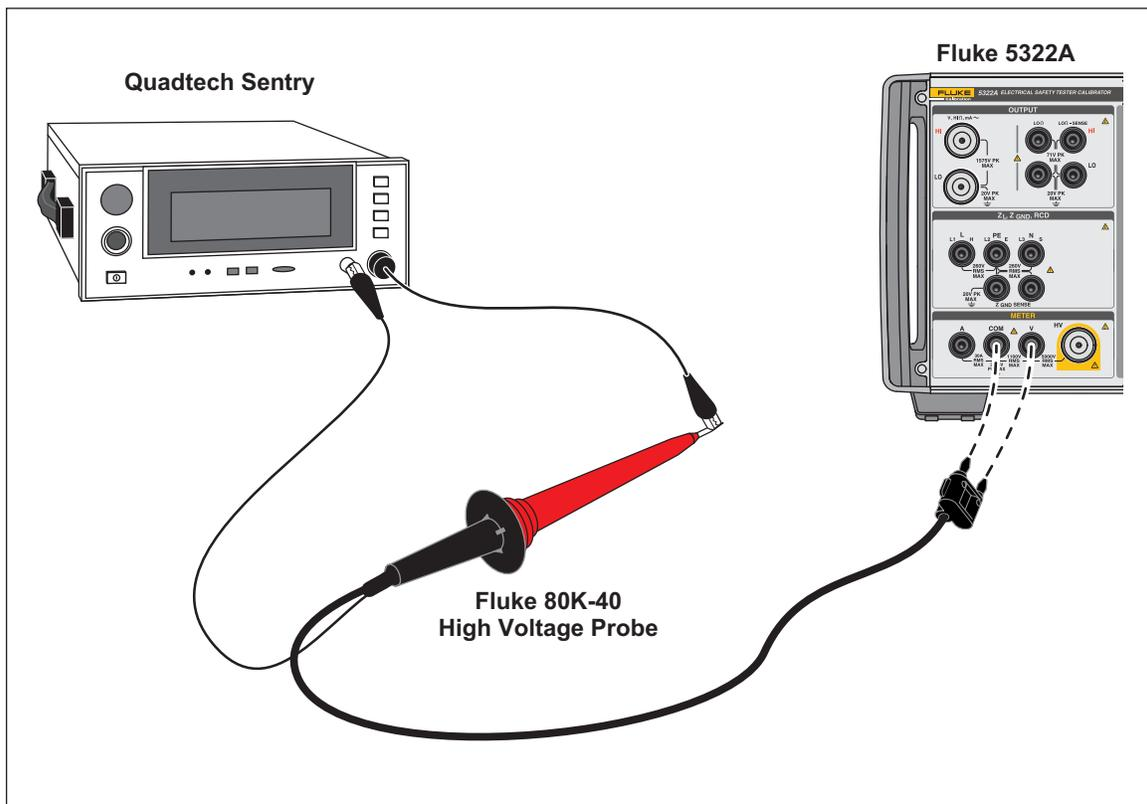

Figure 62. Application de la sonde haute tension 40 kV
2. Connectez l'appareil testé via la sonde haute tension et le produit, comme indiqué à la Figure 62. Veillez à connecter le côté de la masse du cordon banane double à partir de la sonde 80k-40 à la borne COM de l'outil 5322A.